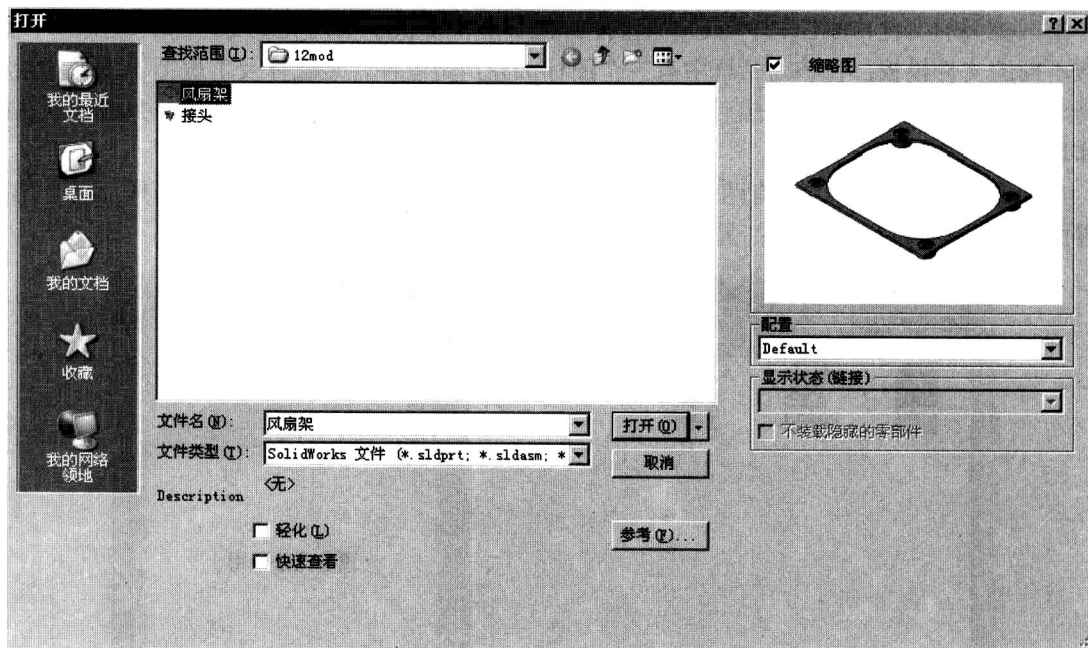

图 1-5 【打开】对话框
打开已存储的 SolidWorks 文件，对其进行相应的编辑和操作。选择【文件】|【打开】命令，或单击工具栏中的^①(打开)按钮，打开【打开】对话框，如图 1-5 所示。